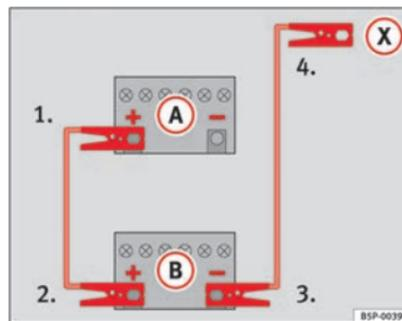

Fig. 143 Aide au démarrage avec la batterie d'un autre véhicule : A – batterie déchargée, B – batterie auxiliaire
- Raccordez l'extrémité ① ⇒ fig. 143 au pôle positif de la batterie déchargée ①.
- Raccordez l'autre extrémité ② au pôle positif de la batterie auxiliaire ②.
- Raccordez une extrémité ③ ⇒ fig. 143 au pôle négatif de la batterie auxiliaire ③.
- Fixez l'autre extrémité ④ au bloc-moteur ou à une pièce métallique massive, fermement raccordée au bloc-moteur. ▶